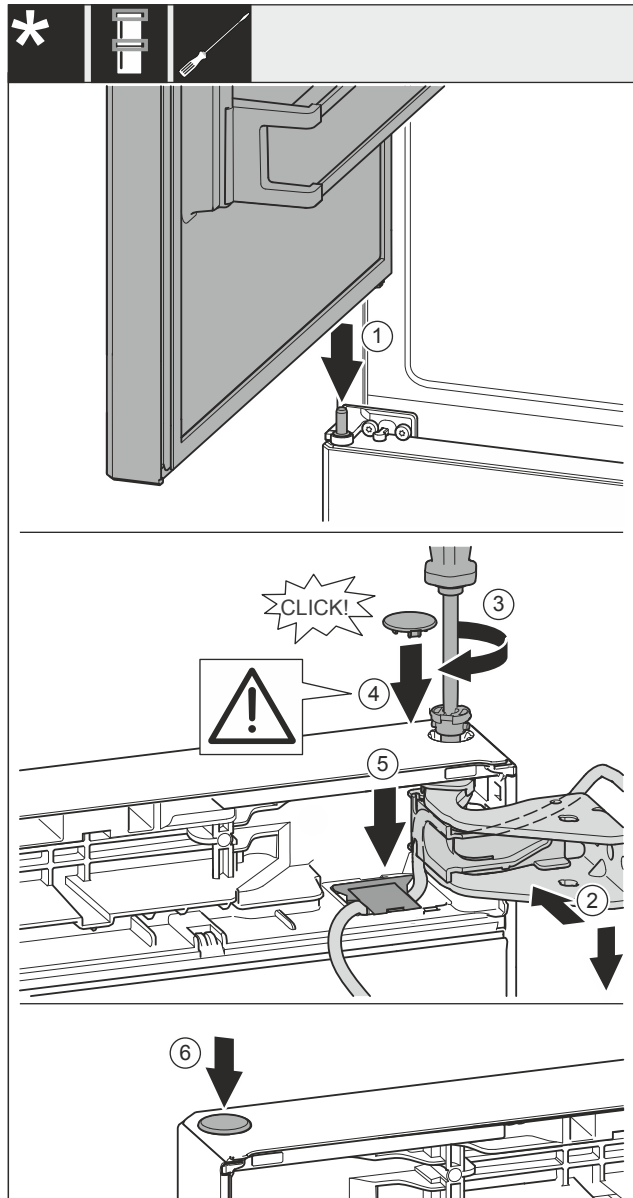

Fig. 37
- Postavite zgornja vrata na srednji ležajni sornik Fig. 37 (1).
- Vrata zgoraj poravnajte z odprtino v ležajnem podstavku Fig. 37 (2).
- Vstavite sornik Fig. 37 (3) in ga zategnite z izvijačem.
- Vstavite pokrov Fig. 37 (4).
- Preverite, ali pokrov Fig. 37 (4) pravilno leži na vratih.
- Vstavite pokrov Fig. 37 (5) in ga potisnite navzdol, da se zaskoči.
- Vstavite pokrov Fig. 37 (6).